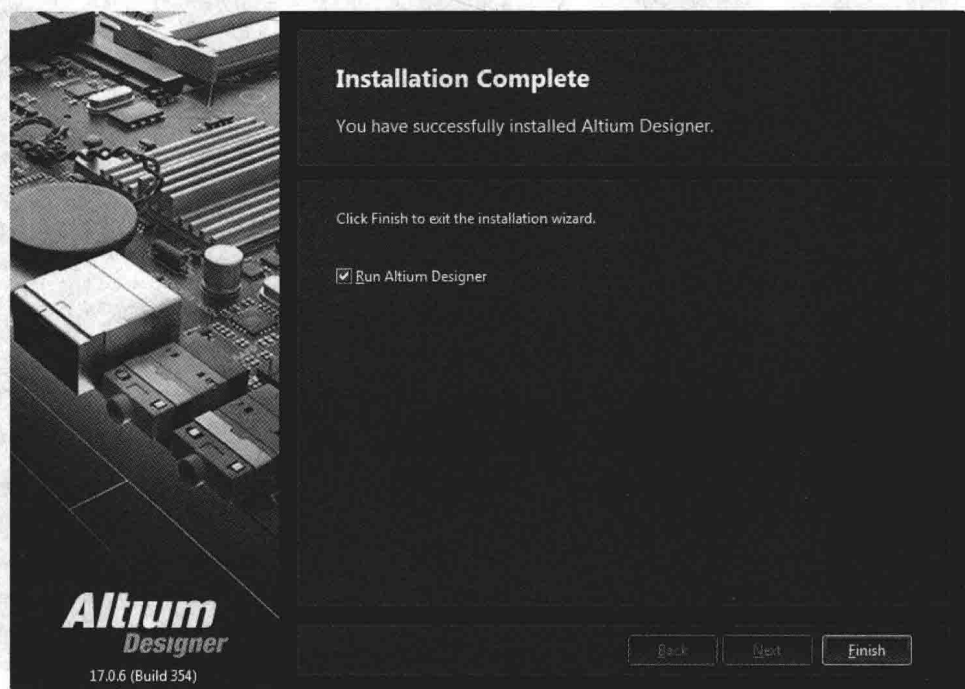

图 1-7 安装完成对话框
7) 安装结束后, 进入如图 1-7 所示的安装完成对话框, 单击 Finish 按钮完成软件的安装。该界面上的 Run Altium Designer 表示安装结束的同时也运行 Altium Designer 软件。